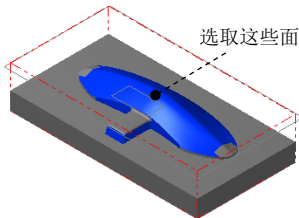

图 9.29 选取干涉面
(2) 单击 **检测** 区域中的 **检测** 按钮，选取图 9.29 所示的面为干涉面（共 10 个），然后按 Enter 键。单击 **完成** 按钮完成加工区域的设置，同时系统弹出“曲面精加工浅平面”对话框。